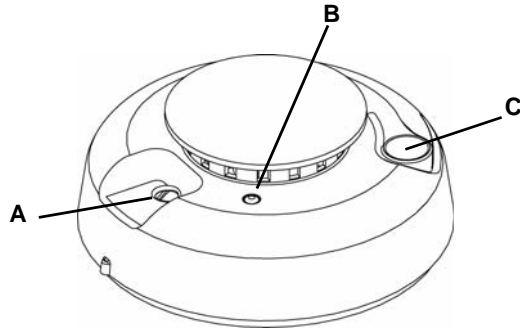

Figura 1 Dispositivos del ES1242
4. Sitúe un conector de selección en las clavijas de selección de banda de frecuencia apropiadas (Figura 1).